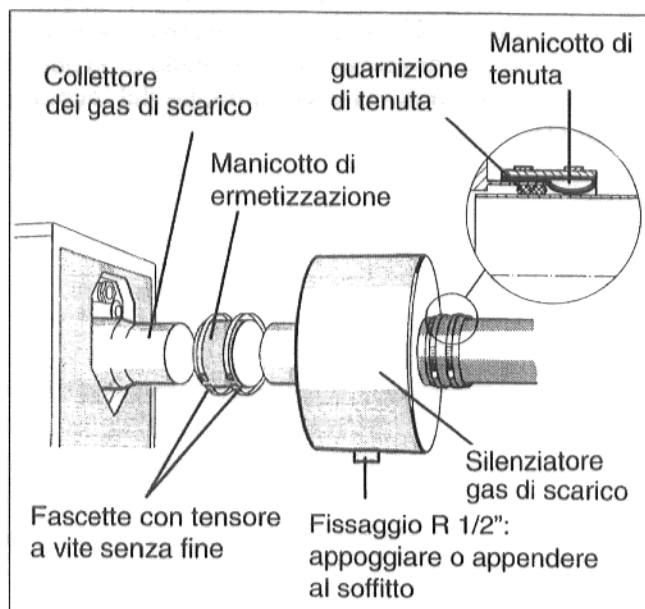

Fig. 8 Montaggio orizzontale - distanza perimetrale min. 700 mm
A corredo delle caldaie con bruciatore RE si trova un silenziatore per gas di scarico (Fig. 8).
- Infilare il tubo di scarico seguente sull'uscita libera conica del silenziatore. Inserire la guarnizione di tenuta nello spazio tra il tubo di scarico ed il collettore del silenziatore. Applicare il manicotto di tenuta come illustrata in fig. 8.